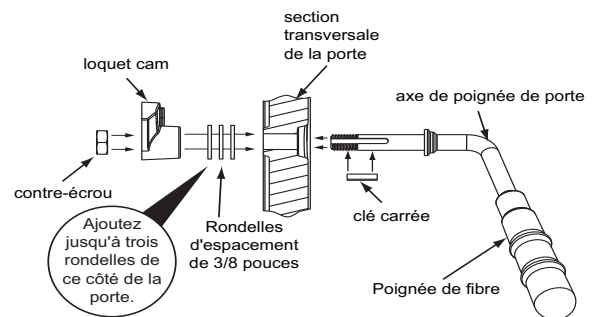

Figure 25.2
2. Placez une deuxième ou plusieurs rondelles comme il est indiqué à la **Figure 25.2**.
6. Installez la poignée en fibre (**Figure 25.2**).